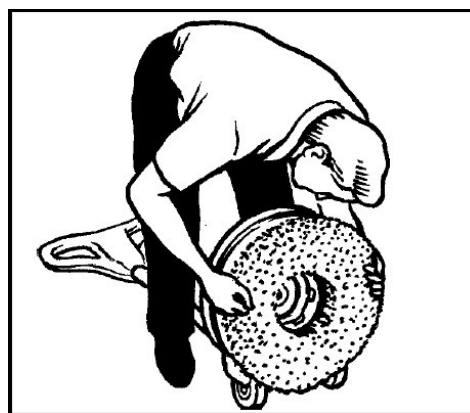

Рисунок 3
3. Наклоните машину назад так, чтобы рукоятка оказалась на полу. См. рисунок 3.
4. Поставьте ноги с обеих сторон от машины. См. рисунок 3.